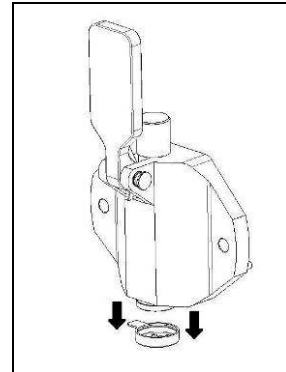

Fig. 21
- Rimuovere il dispositivo per dare la forma a stella al gelato dalla flangia (fig.21).